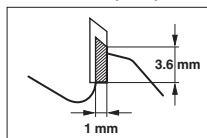

Figure 1 Dimensions minimum des pointes de scie circulaire composite.
3. Les scies circulaires composites (pointées) dont la dimension des pointes est réduite à 1 mm doivent être mises hors service. Se reporter à la figure 1.